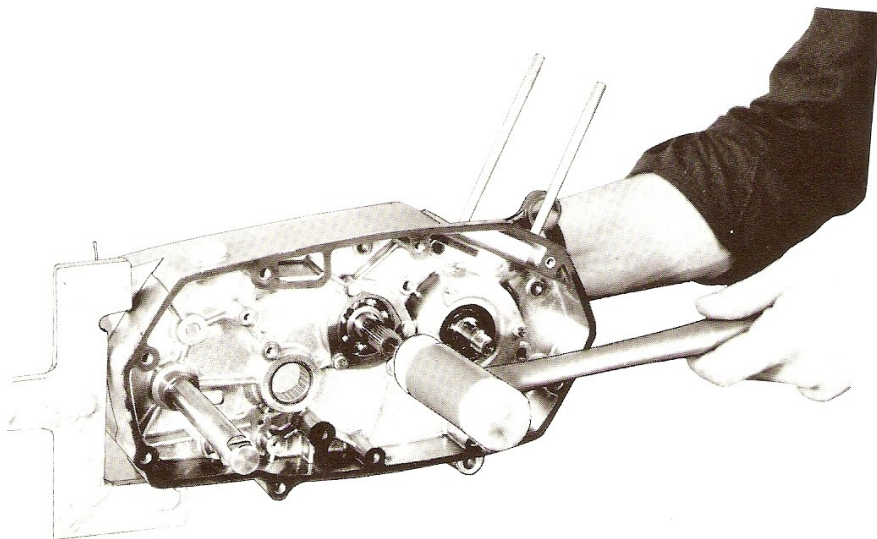

Figure 31
- Pour retirer l'ensemble arbre primaire, frapper au maillet sur son extrémité côté embrayage (figure 31).